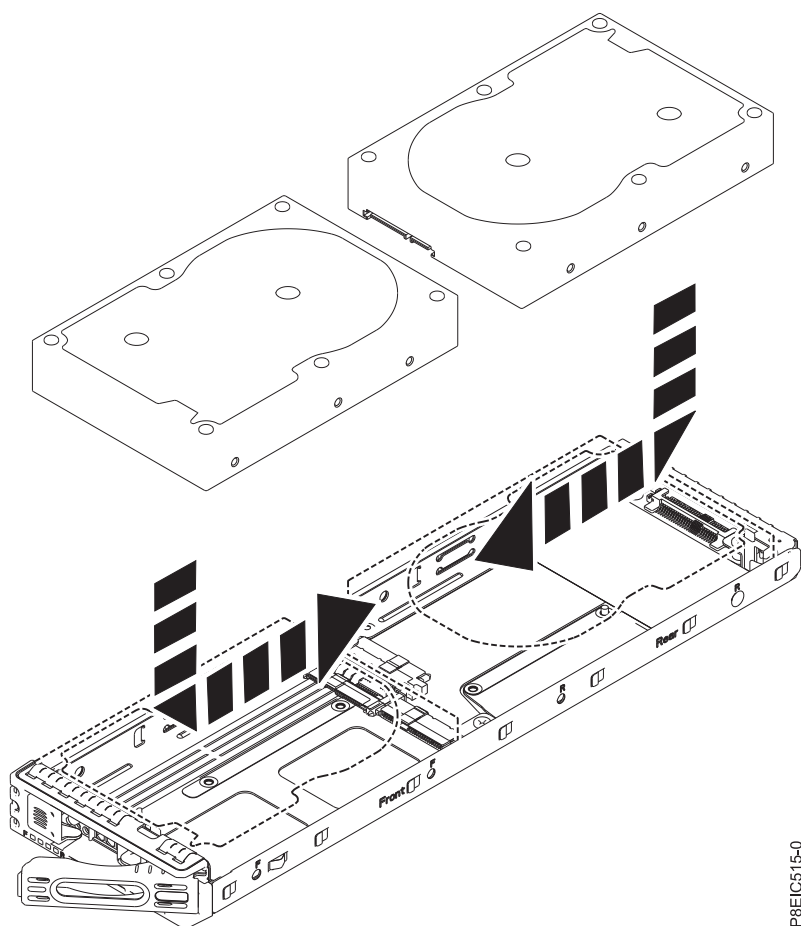

図 12. 3.5 型ドライブのトレイへの取り付け
- a. ドライブをトレイに置き、ドライブをスライドさせてソケットに挿入します (14 ページの図 12 を参照)。